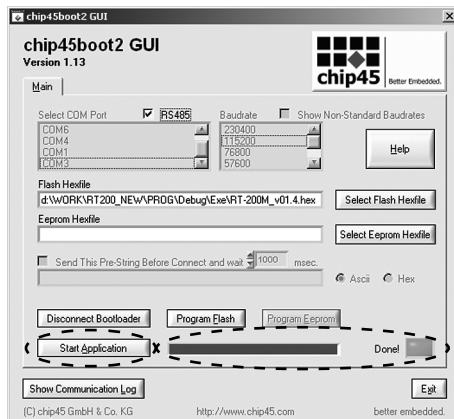

Рис. 28.
11. Убедиться в окончании процесса загрузки – полная синяя шкала, и сообщение «**DONE!**» + «**Зеленый индикатор**», Рис. 28.
12. Нажмите «**Start Application**», Рис. 28.